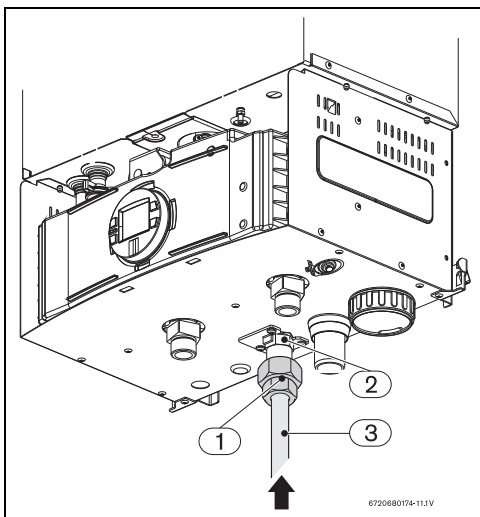

Fig. 24 Conexión del tubo de gas
Apretar la rosca en el tubo de entrada de gas (Fig.24, pos.1) y utilizar la extremidad en cobre (Fig.24, pos. 2) para hacer la soldadura al tubo de la red de suministro de gas (Fig.24, pos. 3).